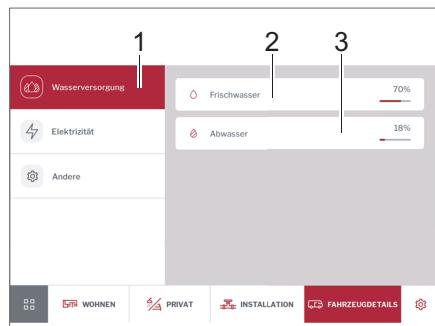

Fig. 289 Alimentazione idrica
- Digitare il pulsante *Alimentazione idrica* (Fig. 289,1). Vengono visualizzati i livelli di riempimento del serbatoio dell'acqua di rete (Fig. 289,2) e del serbatoio delle acque grigie (Fig. 289,3) in %.